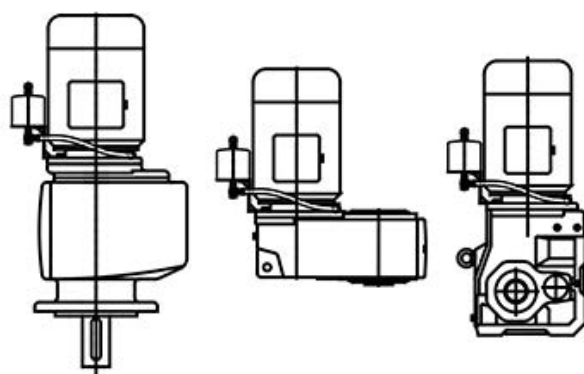

図 18: オイルエクспанションタンクの位置
オイルエクспанションタンクはホース接続部を下にし、エアVENTプラグを上にして垂直に取り付けなければなりません。ホースの長さを考慮して、タンクをできるだけ高い位置に取り付けます。オイルエクспанションタンクの位置は、図 18 を参考にしてください。端子箱位置がポジション 2 の構造形状 M4 では、オイルエクспанションタンクは取り付けできないことに注意してください。
2. オイルエクспанションタンクを 図 18 に従って取り付けます。このとき、モータシャフトに対して平行にタンクを調整してください。